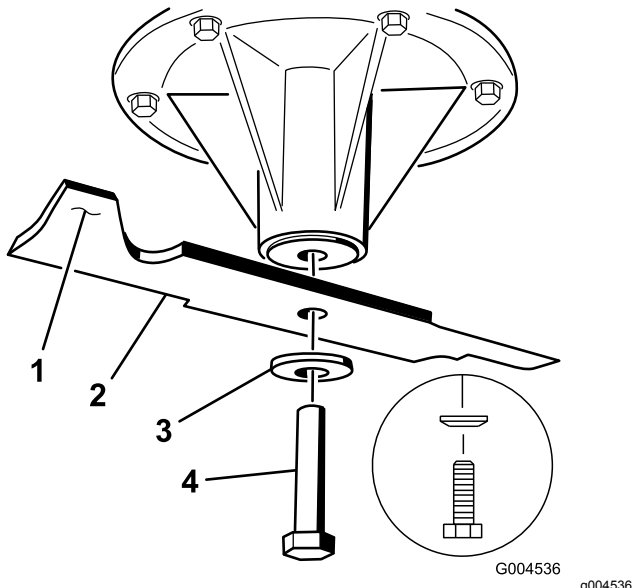

Figura 74
2. Retire a cavilha da lâmina, a anilha curva, e a lâmina do eixo (Figura 74).